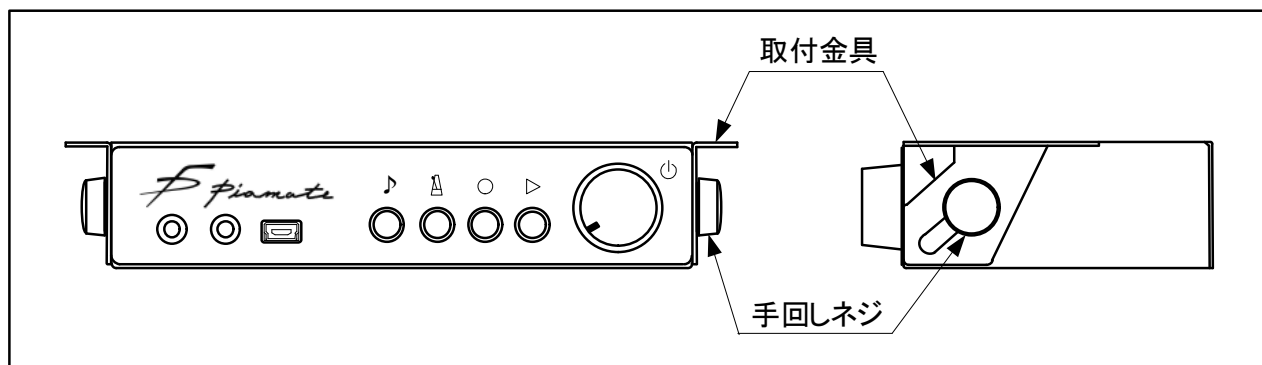

図3.6-1 取付金具の取り付け
(1) 音源BOXの両側面にある手回しネジを外して、図3.6-1の様に取付金具を取り付ける。